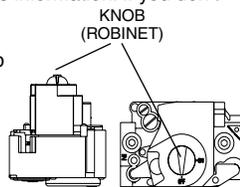

Figure 1
6. Move the gas control knob clockwise  to "OFF". (See Figure 1)
7. Wait five (5) minutes to clear out any gas. Then smell for gas, including near the floor. If you smell gas, STOP! Follow "B" in above information. If you don't smell gas, go to the next step.
8. Move the gas control knob counterclockwise  to "ON". (See Figure 1)
6. Faire tourner le robinet à gaz dans le sens des aiguilles d'une montre  pour l'amener sur la position OFF (Arrêt) (Voir Figure 1).
7. Attendre cinq (5) minutes pour s'assurer de la dissipation du gaz.
8. Faire tourner le robinet à gaz dans le sens inverse des aiguilles d'une montre  pour l'amener sur la position ON (Marche) (Voir Figure 1).
4. Move the gas control knob clockwise  to "OFF". Do not use force. (See Figure 1)
4. Faire tourner le robinet à gaz dans le sens des aiguilles d'une montre  pour l'amener sur la position OFF (Arrêt) Ne pas forcer (Voir Figure 1).